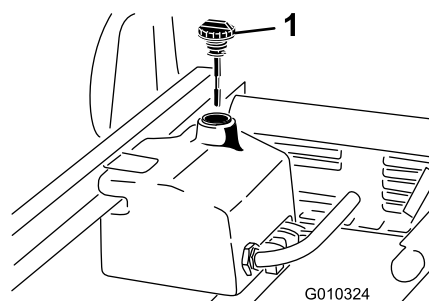

图 72
4. 清洁液压油箱加油颈和油箱盖周围的区域 (图 72)。
6. 从加油颈中取出量油尺图 72 用干净的抹布擦拭。